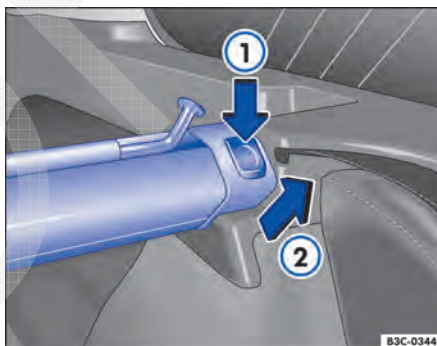

Fig. 123 No compartimento de bagagem: desinstalar a rede divisória.
- Pressionar a tecla de destravamento esquerda ou direita ⇒ Fig. 123 ① na direo da seta.
- Retirar a caixa na direo da seta ② do suporte.